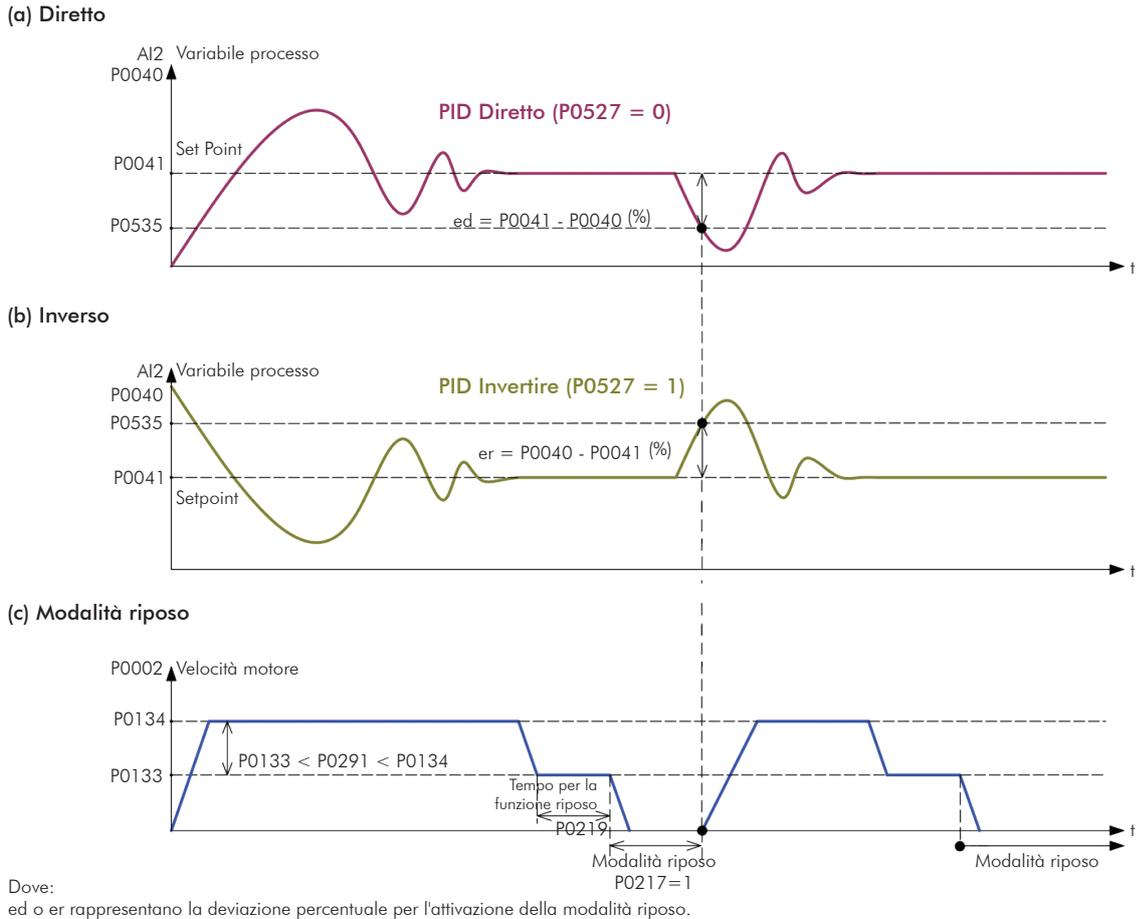

Figura 20.2 - Da (a) a (c) - Tipo di azione del PID
2) **Per definire il tipo di azione PID** richiesta dal processo: diretta o inversa. L'azione di controllo deve essere diretta (P0527 = 0) quando è necessario che la velocità aumenti affinché la variabile di processo aumenti. Altrimenti, selezionare inversa (P0527 = 1). Consultare la Figura 20.2.
La modalità riposo è una risorsa utile per risparmiare energia quando si utilizza il regolatore PID. Consultare la Figura 20.2.
Tuttavia, l'impostazione di P0291 deve essere: P0133 < P0291 < P0134. Consultare la Figura 20.2.